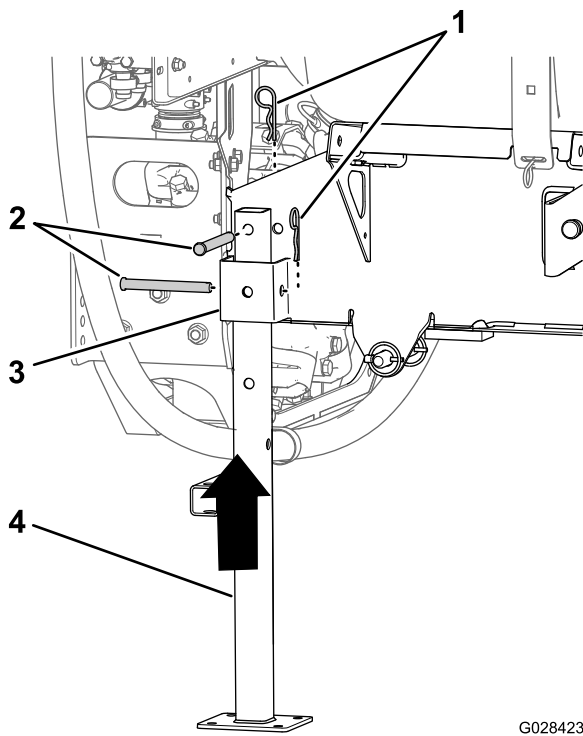

図 136
5. 後ろ用のジャッキスタンドを、タンク後部部のジャッキスタンド受けに合わせる 図 136。
- ジャッキスタンド上部の穴を、タンクスキッドのフレームの穴に合わせる 図 136。
- ジャッキスタンドをスタンド受けとフレームに固定するクレビスピン1/2 x 41/2" 2本、ヘアピン5/32 x 25/8" 2本を使用して 図 136 のように取り付ける。